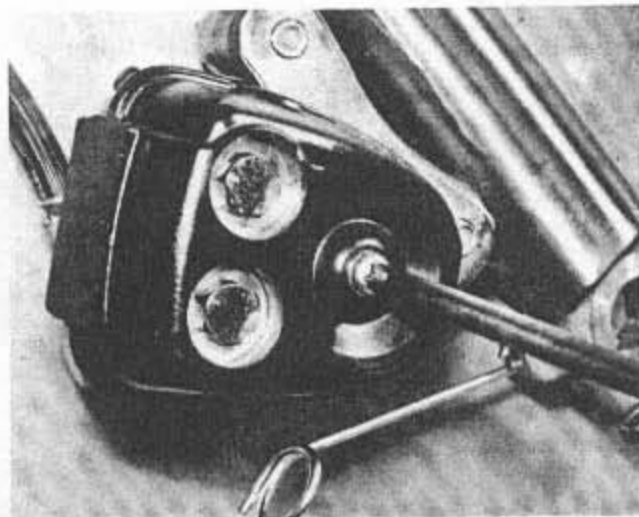
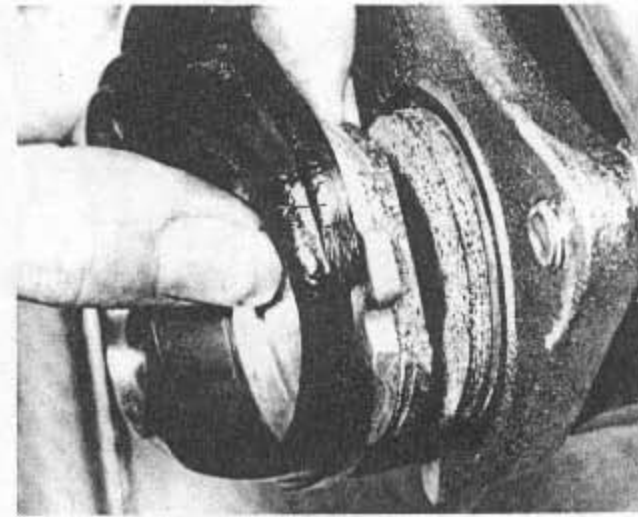
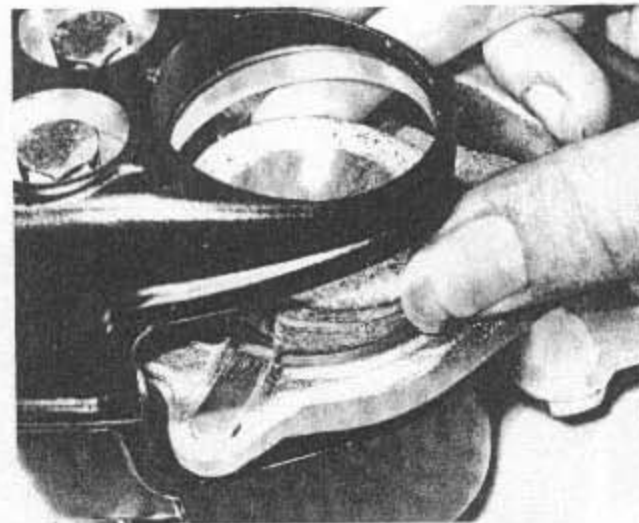

Bild 251
Bild 252
Bild 253
- Von der inneren Seite der Bremszange entferne man die einzelne Schraube sowie den seltsam geformten Abschlussdeckel (Bild 251). Der innere Bremsbelag ist nun frei und lässt sich gegen die Mitte der Bremszange herausstossen und abheben (Bild 252). Der äussere Bremsbelag, welcher sich gegen den Kolben abstützt, ist nicht fixiert und lässt sich leicht herausheben (Bild 253).